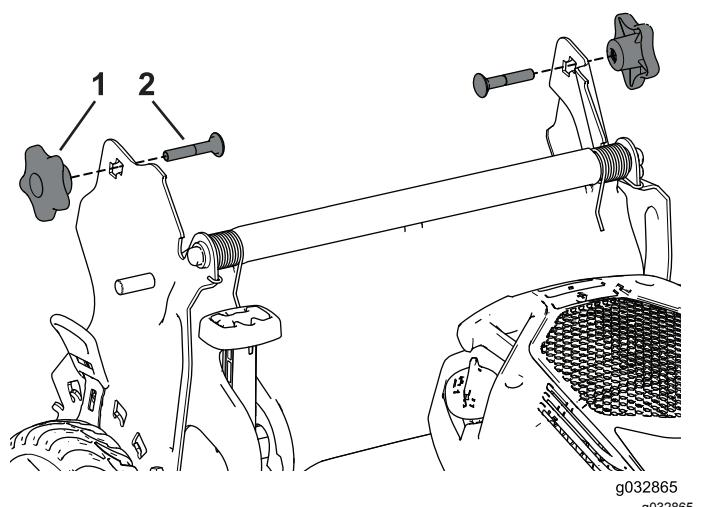

Figure 25
4. Insérez le boulon de carrosserie (la tête du boulon vers l'intérieur) dans le support du guidon et dans le trou supérieur à l'extrémité du guidon. Vérifiez que les bords carrée de chaque boulon de carrosserie s'engagent dans le trou carré supérieur ou inférieur du support de guidon correspondant (Figure 25).